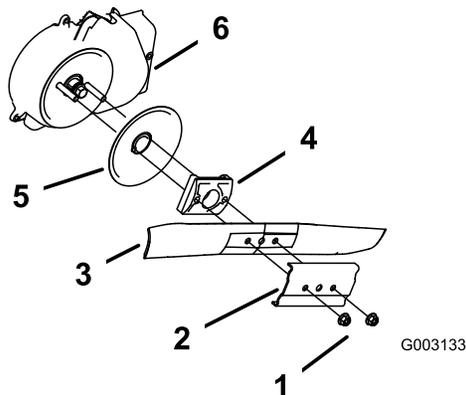

Figure 24
3. Retirez les 2 écrous de la lame et le renfort (Figure 24).
4. Déposez la lame (Figure 24).
5. Posez la nouvelle lame (Figure 24).